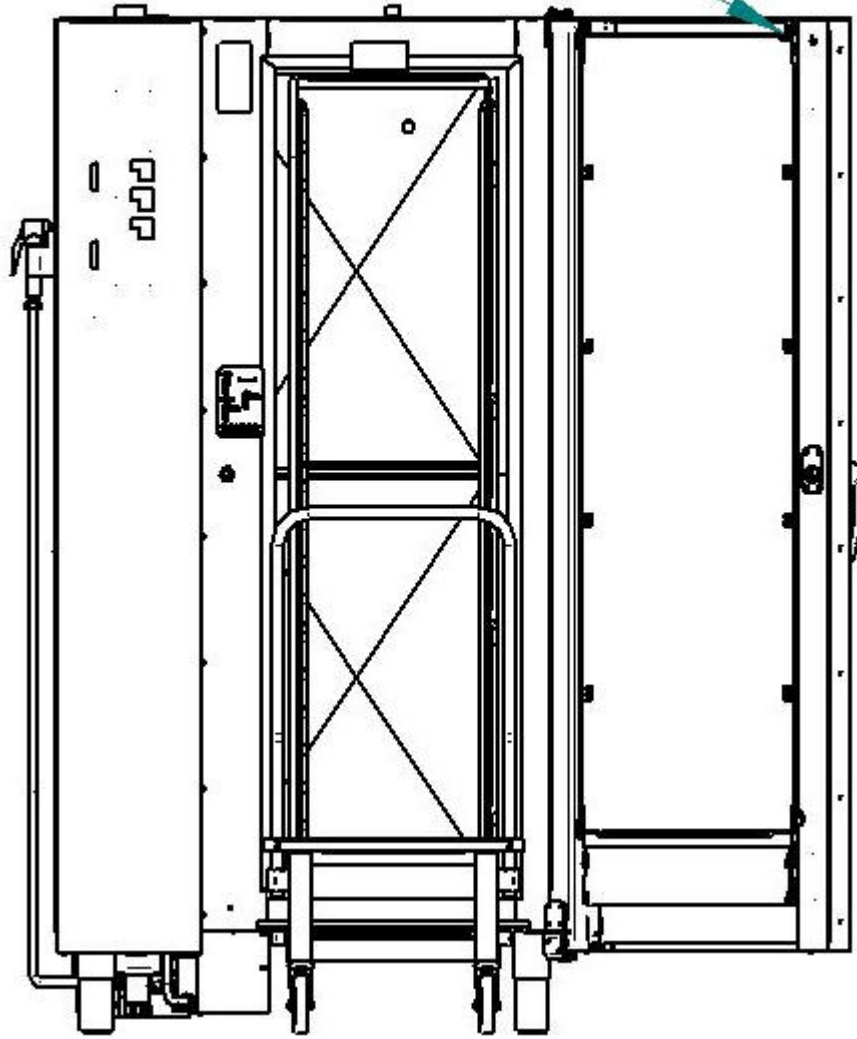

Рис. 15 Открывание внутреннего стекла.
- по мере необходимости, поверните затвор стекла двери и откройте внутреннее стекло (см. рис.15).